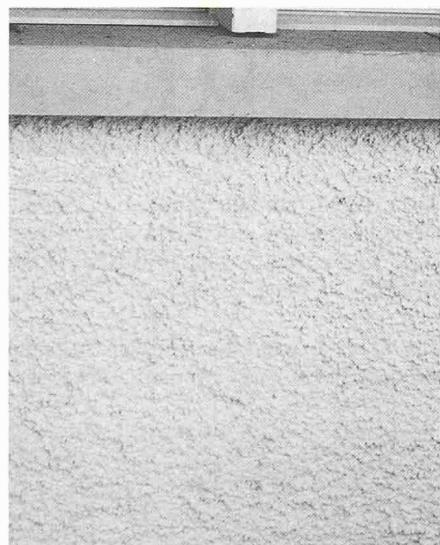

Bild 16. Kellenwurf als Deckputz. (Lindenplatz, Pfungen)
- Der *Kellenwurf* kann ebenfalls mit unterschiedlicher Körnung ausgeführt werden (Bild 16).